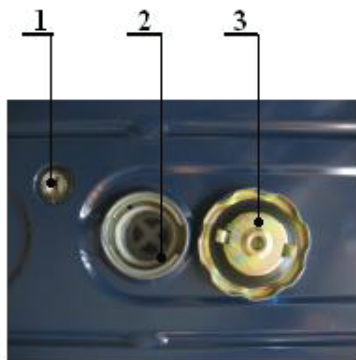

Рис. 2. Топливный бак
7.2.3. Заправить бак топливом, при этом топливо заливать через фильтр (2), встроенный в горловину бака (рис. 2). Использовать чистый бензин с октановым числом не ниже 92. При заправке необходимо оставить некоторое пространство в баке для расширения топлива. Хранить бензин перед использованием не более 30 дней.